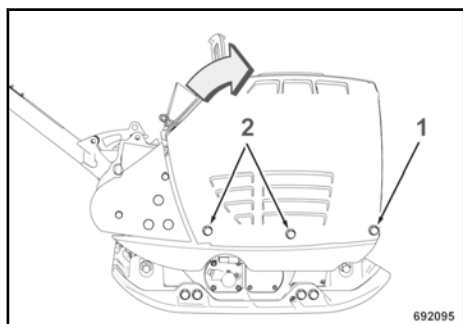

Fig. 82
Soltar en ambos lados los atornillados de la cubierta (1) y retirar las atornilladuras de la cubierta (2) en ambos lados ↗ Fig. 82.